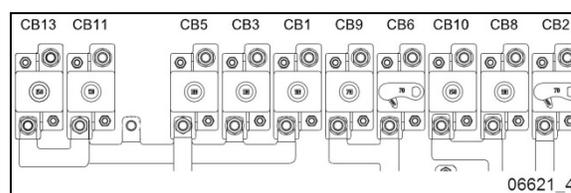
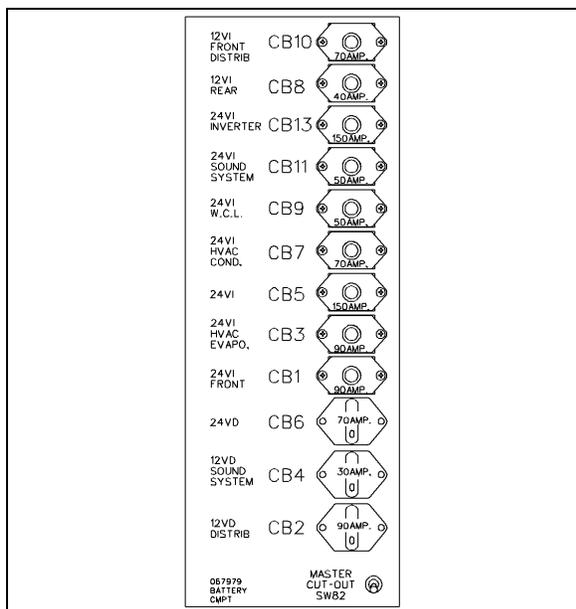

FIGURE 80 : PANNEAU DE JONCTION ÉLECTRIQUE ARRIÈRE SÉRIES X3, AVEC DISJONCTEURS
FIGURE 81: DISJONCTEURS DU CIRCUIT PRINCIPAL DES SÉRIES H3 6582A
3. Fermer les soupapes d'arrêt des conduits d'eau chaude situées près du moteur du côté rue (voir Figure 80 ou Figure 81).
2. Fermer les deux soupapes d'arrêt de la canalisation de chauffage. (Figure 80 or Figure 81). L'une se trouve dans le compartiment moteur, côté route, en bas, près du radiateur, tandis que l'autre se trouve derrière l'aile articulée arrière gauche, près du préchauffage.